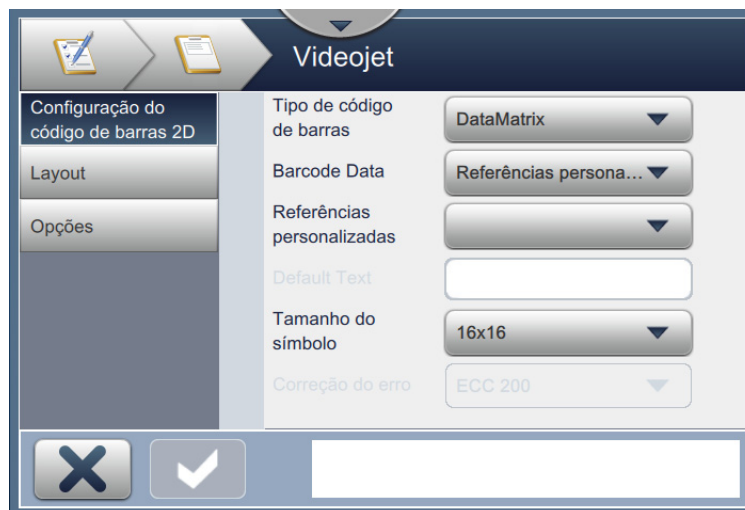

Figura 6-11: Tela de configuração de código de barras 2D
7. A tela Configuração do código de barras 2D permite que o usuário selecione a referência personalizada, como mostra a Figura 6-11.